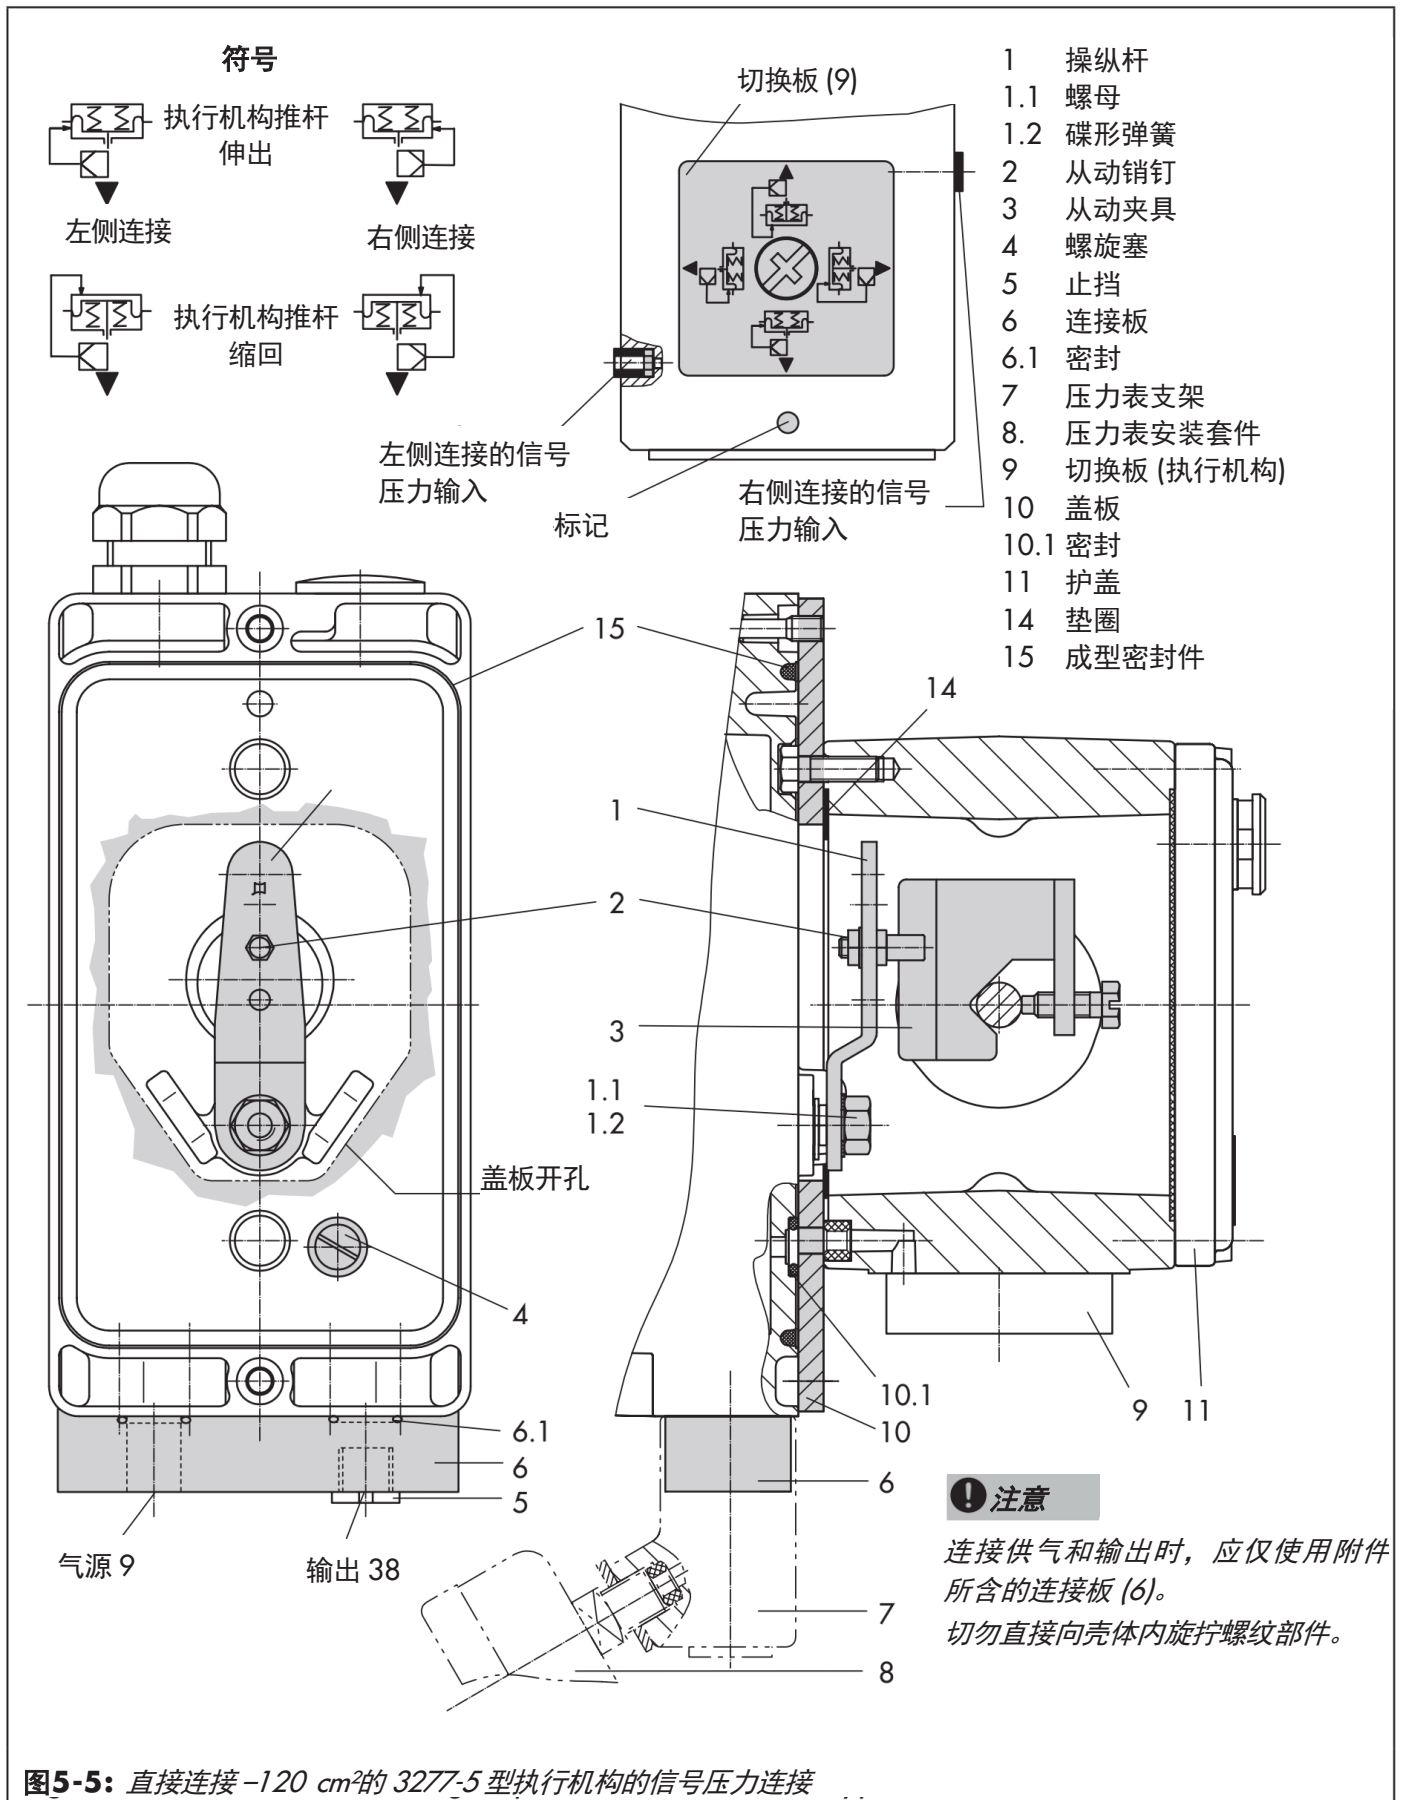

图5-5: 直接连接  $-120 \text{ cm}^2$  的 3277-5 型执行机构的信号压力连接
**120 cm2**的执行机构(参见图5-5)
4. 安装盖板(10), 使开孔的窄侧(左侧图5-5)指向信号压力连接方向。请确保垫片(14)指向执行机构支架方向。